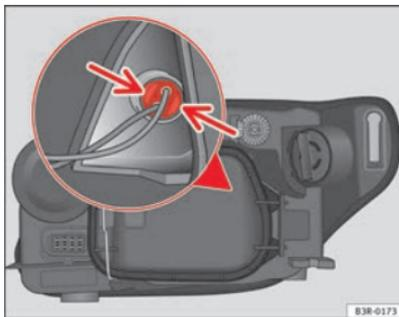

Abb. 213 Standlicht (Fahrzeugaußenseite)
- Leichten Druck auf die Laschen des Lampenträgers ⇒ Seite 281, Abb. 213 ausüben und zum Deckel hin ziehen (kann auch durch Ziehen an den Kabeln des Lampenträgers entnommen werden).